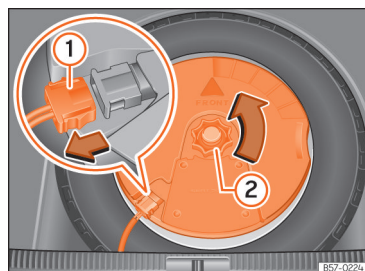

Abb. 219 Im Gepäckraum: Subwoofer ausbauen.
- Ziehen Sie das Subwoofer-Lautsprecherkabel heraus »» (Abb. 219) ①.
- Drehen Sie das Befestigungshandrad entgegen dem Uhrzeigersinn heraus »» (Abb. 219) ②.